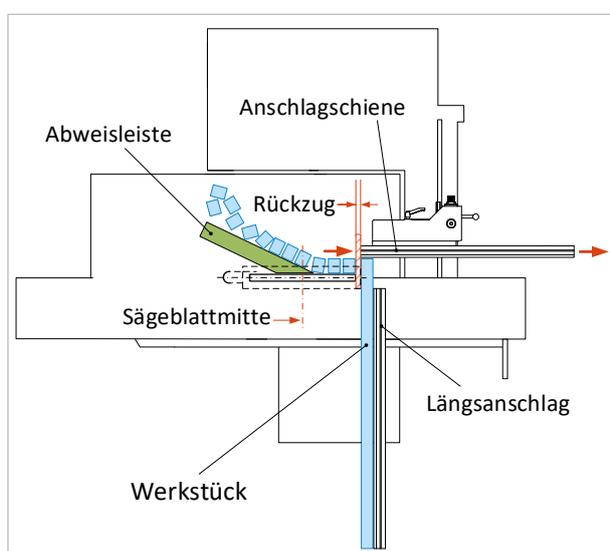

Abbildung 5: Abweisleiste auf Tisch fixieren
- ➔ Hierzu den Parallelanschlag nach hinten in Richtung Bedienerseite verstellen (siehe rote Pfeile in ⇒ Abbildung 5) und fixieren, so dass zwischen dem Anschlag und der Sägeblattvorderkante genügend Freiraum für den Rückzug entsteht.